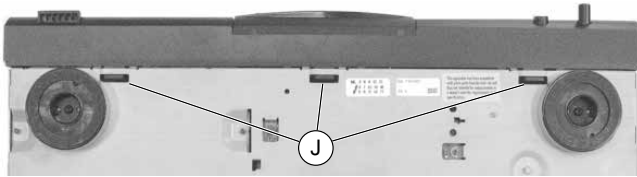
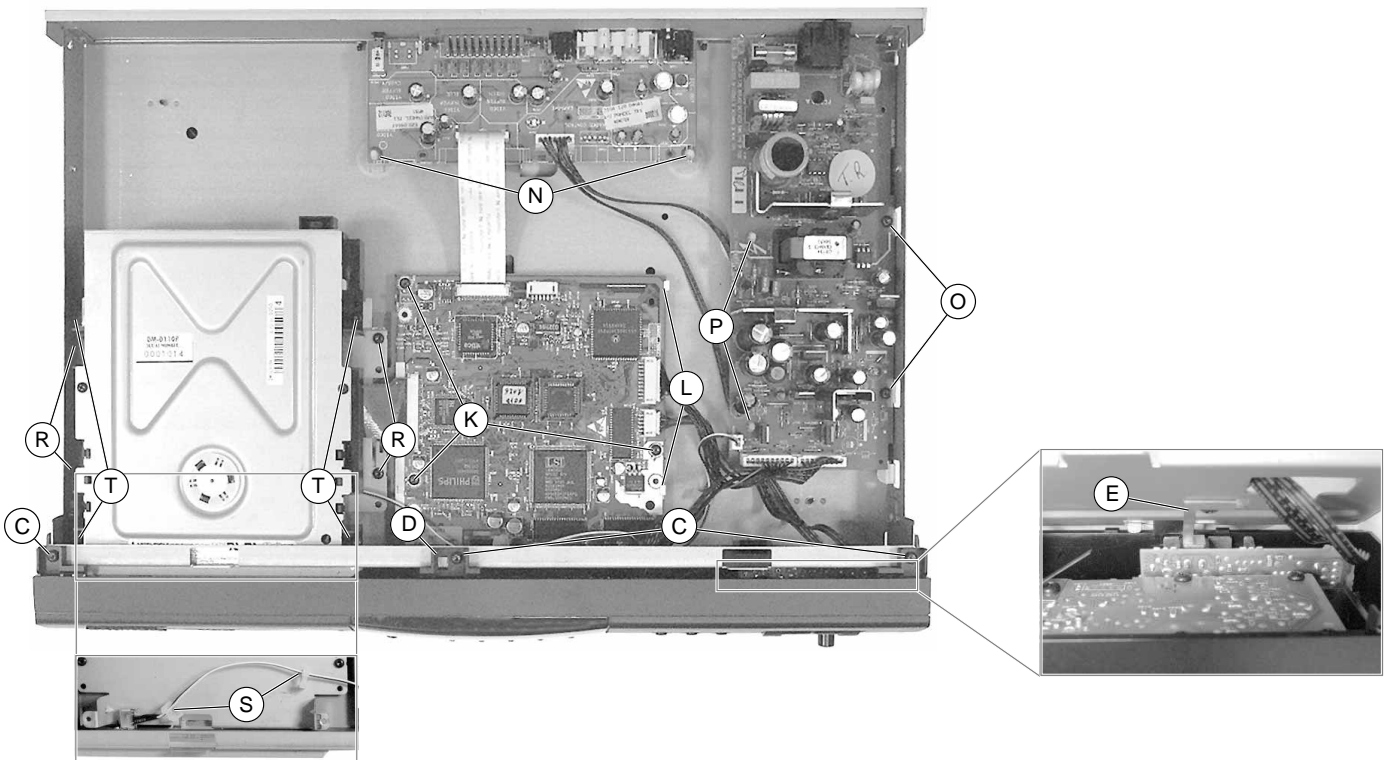

Fig. 3
Fig. 5
- 3 Schrauben (C) und 4 Schrauben (R) herausdrehen (Fig. 5).
**Montagehinweis:** Rasthaken (J) unten einhängen (Fig. 3) und vor dem Arretieren der Frontblende darauf achten, daß sich die Massefeder (E) (Fig. 5) nicht verbiegt.
- 3 Schrauben (K) (Fig. 5) herausdrehen und Digitalplatte aus dem Gerät nehmen.
- Digitalplatte so einbauen, daß diese in den Platinenhaltern (L) (Fig. 5) einrastet.
- 2 Rastnasen (N) (Fig. 5) lösen und A/V-MUX-Platte aus dem Gerät nehmen.
- 2 Rastnasen (P) (Fig. 5) lösen und Netzteil aus dem Gerät nehmen.
- 4 Schrauben (R) (Fig. 5) herausdrehen.
**Hinweis:** Das Kabel (S) (Fig. 5) für den Netzschalter ist auf dem Laufwerkhalter befestigt.
- 4 Schrauben (T) (Fig. 5) herausdrehen und Laufwerk aus dem Gerät nehmen.
- Undo 3 screws (C) and 4 screws (R) (Fig. 5).
**Note:** Insert the catches (J) on the bottom (Fig. 3). Before locking in the front panel take care that the earth spring (E) does not deform (Fig. 5).
- Undo 3 screws (K) (Fig. 5) and take out the Digital Board.
- Fit the Digital Board so that it locks into the pcb holders (L) (Fig. 5).
- Disengage the 2 locking lugs (N) (Fig. 5) and remove the A/V-MUX Board.
- Disengage the 2 locking lugs (P) (Fig. 5) and remove the Power Supply.
- Undo 4 screws (R) (Fig. 5).
**Note:** The cable (S) (Fig. 5) for the mains switch is attached to the holder of the Basic Engine.
- Undo 4 screws (T) (Fig. 5) and remove Basic Engine.